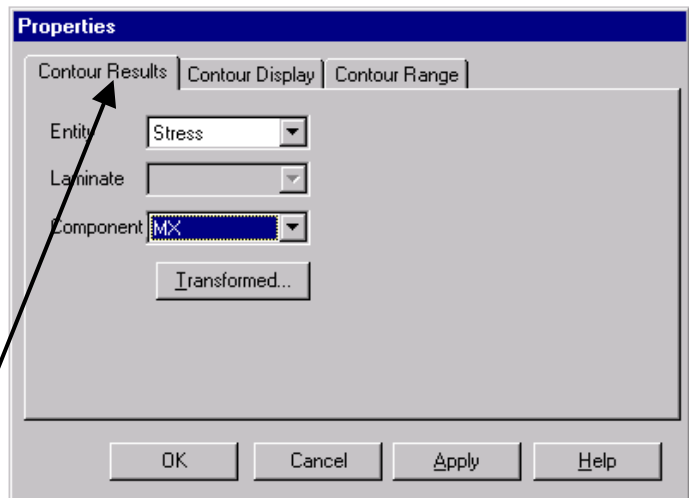

Fig. 52
- în caseta de dialog se selectează categoria de rezultate (**Contour Results**): momente încovoietoare (**Stress, MX**) (fig. 52)